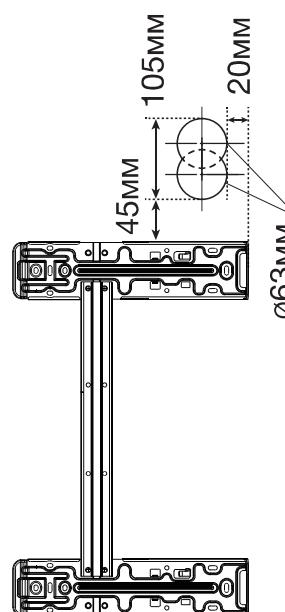

Рис.1
**Вариант 1:** Коммуникации (фреоновые трубы, дренаж, межблочный кабель, трубка подачи воздуха), не поворачивая, проходят через стену непосредственно в месте установки кондиционера, для этого рекомендуется сделать два технологических отверстия диаметром 63 мм заходящих друг на друга и располагающихся справа от монтажной пластины (см. рис. 1).